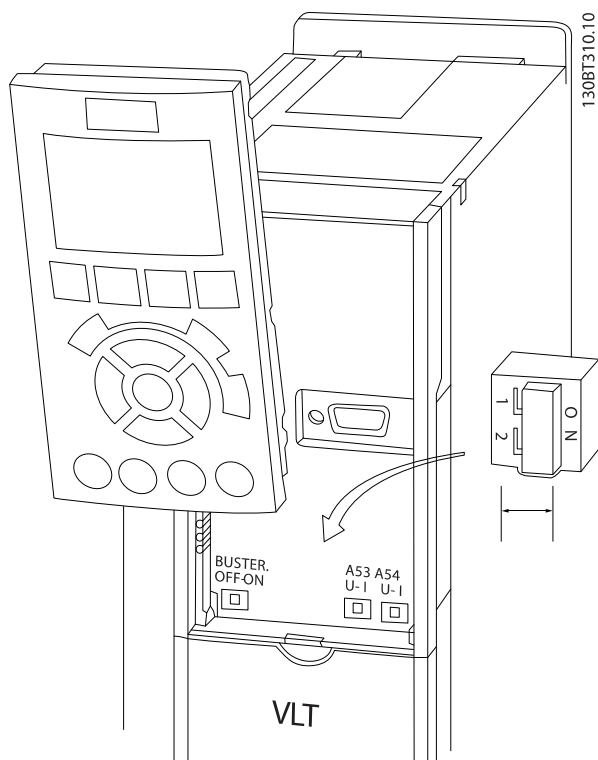

图 2.19 端子 53 和 54 的开关的位置
- 在拆下 LCP 后可以看到这些开关 (请参阅图 2.19)。注意, 设备的某些选件卡可能挡住这些开关, 因此必须拆卸它们才能更改开关设置。拆卸选件卡之前, 务必断开设备电源。